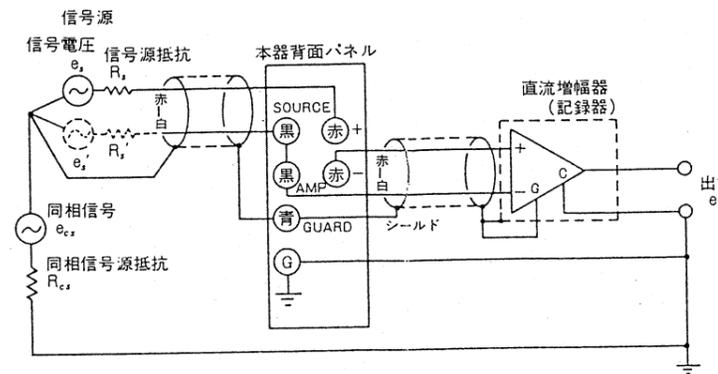

図5
- 3-1-1 直結差動入力型直流増幅器を用いるとき(図5参照)